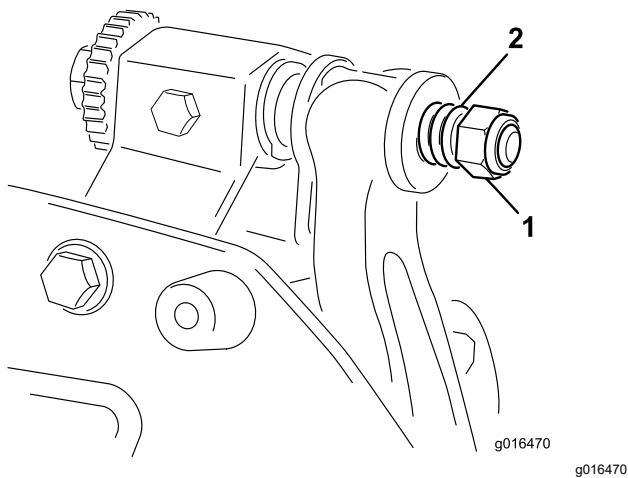

Рисунок 27
3. Розмістіть по одній нейлоновій шайбі з кожного боку виступу на бічній пластині. Помістіть сталеву шайбу поверх кожної з нейлонових шайб (Рисунок 27).
6. Затягніть гайку притискання пружини до повного стиснення пружини, а потім відкрутіть гайку на 1/2 оберту (Рисунок 27).